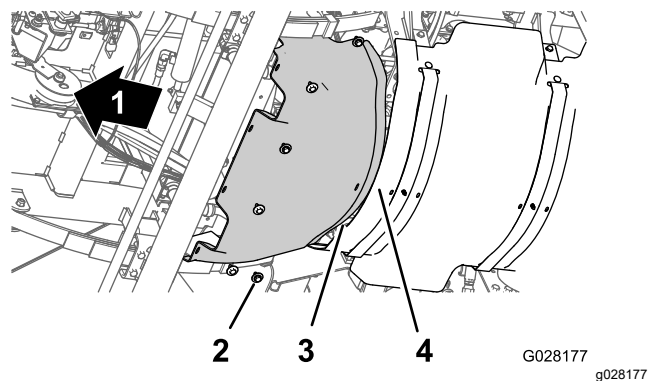

Figure 61
1. Alignez la bride arrière de l'écran pare-chaueur avant et la bride avant de l'écran pare-chaueur arrière (Figure 61).
2. Alignez les trous de l'écran pare-chaueur avant et les trous filetés du châssis (Figure 61).
3. Montez l'écran pare-chaueur avant sur la machine au moyen des 6 boulons à tête hexagonale et des 6 rondelles (Figure 61) retirés à l'opération 3 de Dépose de l'écran pare-chaueur avant \(page 56\).